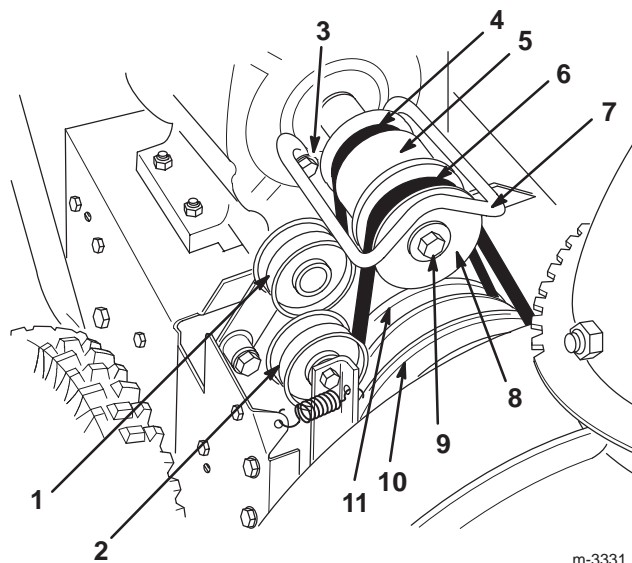

Figure 32
6. Retirez les 2 boulons, rondelles et rondelles-frein de fixation du guide-courroie (Fig. 32).
7. Retirez le boulon du vilebrequin du moteur avec sa rondelle et sa rondelle-frein (Fig. 32).
8. Détachez et déposez la poulie à gorge du moteur (Fig. 32).
10. Déposez la poulie du moteur (Fig. 32).
11. Retirez la courroie d'entraînement de traction hors de la poulie de traction et du vilebrequin du moteur (Fig. 32).
12. Tirez la poulie de tension vers l'extérieur et installez la courroie de rechange (Fig. 32).
14. Tirez la poulie de tension vers l'extérieur et passez la courroie d'entraînement de tarière/roue hélice devant la poulie du moteur, en veillant à la faire passer du côté intérieur de la poulie de tension (Fig. 32).
6. Retirez les deux boulons, rondelles et rondelles-frein de fixation du guide-courroie (Fig. 32).
9. Déposez la courroie d'entraînement de tarière/roue hélice (Fig. 32).
10. Tirez la poulie de tension vers l'extérieur et passez la courroie neuve autour de la grande poulie de tarière/roue hélice (Fig. 32).
11. Passez la courroie devant la poulie du moteur, en veillant à la faire passer du côté intérieur de la poulie de tension (Fig. 32).